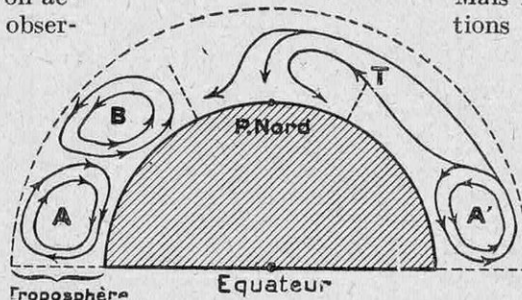

FIG. 1. — LES GRANDS COURANTS AÉRIENS DE L'HÉMISPHÈRE NORD
entre les régions équatoriales et polaires, et modifiée par le mouvement de rotation de la Terre autour de son axe polaire. Ces grands courants sont représentés pour l'hémisphère Nord (1) par la figure 1, sur une coupe idéale passant par un méridien. On y reconnaît d'abord, en *A A'*, le *circuit tropical*, formé de courants ascendants au voisinage de l'Équateur, descendants vers les tropiques ; c'est ce courant qui se manifeste, au ras du sol, par les vents alizés et, en altitude, par le contre-alizé ; une fraction dérivée de ce courant s'échappe dans la haute atmosphère et va nourrir, comme la figure l'indique en *T*, la couche glacée qui se